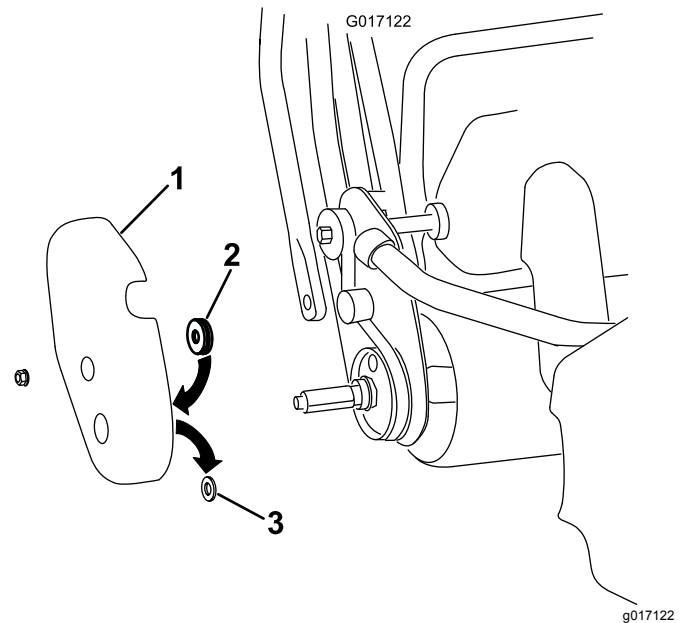

Bild 5
- Entfernen Sie die rechte Trommelabdeckung von der Maschine (Bild 5).
- Entfernen Sie die Gummidichtung vom Achsenloch in der Trommelabdeckung und werfen sie weg (Bild 5).
- Bringen Sie die Filzdichtung innen an der Abdeckung an; positionieren Sie sie um das Achsenloch (Bild 5).